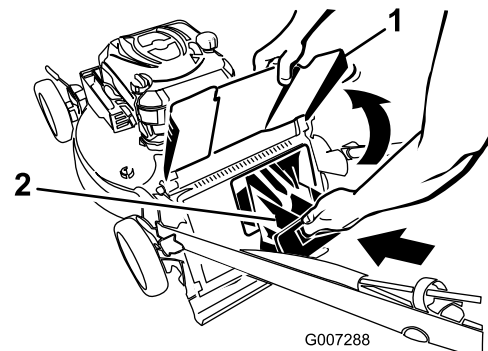

Bild 26
4. Setzen Sie die Heckauswurfklappe ein (Bild 26).